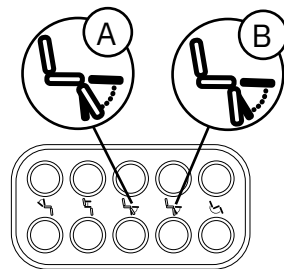

Figure 5.26. Boutons pour ajuster le repose-jambes.
Boutons au-dessus et en-dessous du symbole d'ajustement de la longueur du repose-jambes (A) et au-dessus et en-dessous du symbole d'ajustement de la longueur et de l'angle du repose-jambes (B), voir figure 5.26.